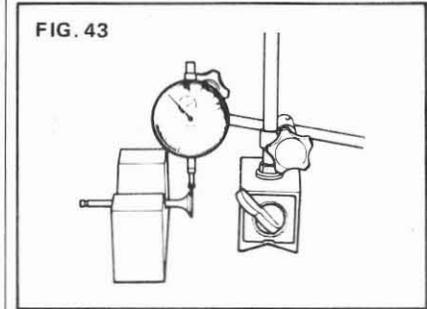

FIG. 43
4) Soupape posée sur un V, mesurer l'excentricité au niveau de la tête (fig. 43).